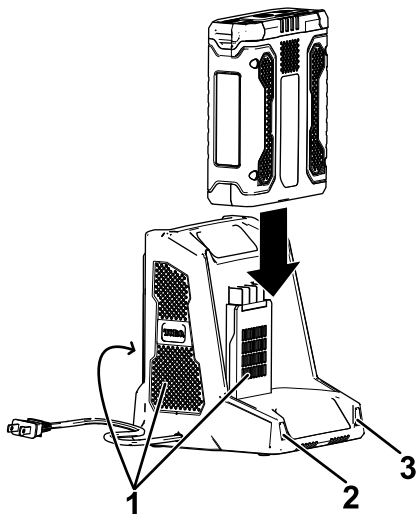

Figur 8
3. Rikta in håligheten i batteripaketet (Figur 8) med spetsen på laddaren.